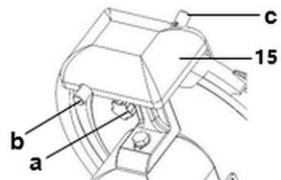

Fig. 10
7. Håll ner knappen (b, fig. 10) på brynet på baksidan av knivslipen (1) och låt apparaten vara påslagen i ca 60 sekunder så att en grad bildas på kniven.